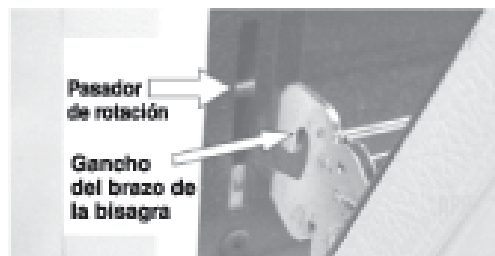

Figura 4
5. Con la puerta del horno en la posición de asar, levante los brazos de las bisagras de la puerta sobre los pasadores de rotación ubicados a cada lado del marco del horno (vea la figura 4).
2. Sosteniendo la puerta en el mismo ángulo de extracción, coloque el gancho del brazo de la bisagra sobre los pasadores de rotación ubicados a cada lado del marco de la puerta (vea la figura 4). El gancho de los brazos de las bisagras debe estar completamente asentado sobre los pasadores de rotación.